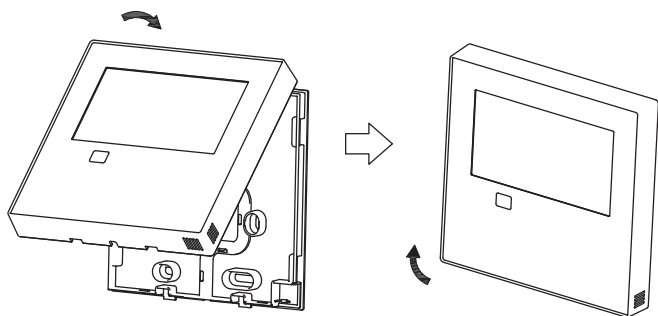

Fig 3-9
- Dopo aver regolato il coperchio superiore e poi fibbiare il coperchio; evitare di bloccare il cablaggio durante l'installazione.(Fig 3-9)